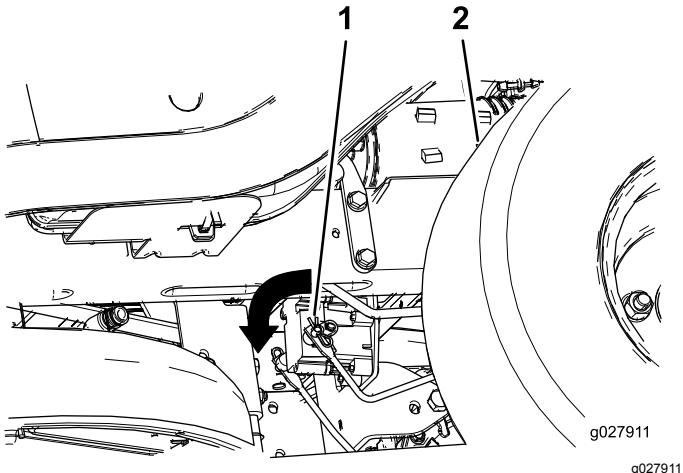

Figura 52
2. Localice el eje del freno eléctrico al que están conectados los brazos de enganche de los frenos (Figura 52).